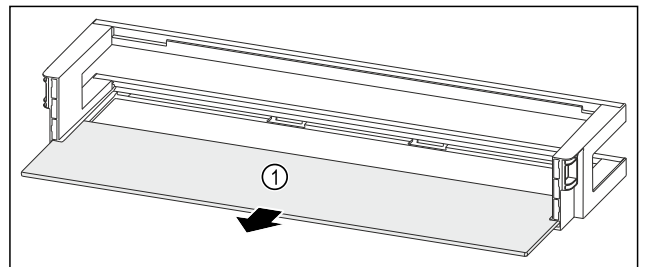

Fig. 91 Türabsteller mit Abstellfläche
- ▶ Abstellfläche Fig. 91 (1) entnehmen.